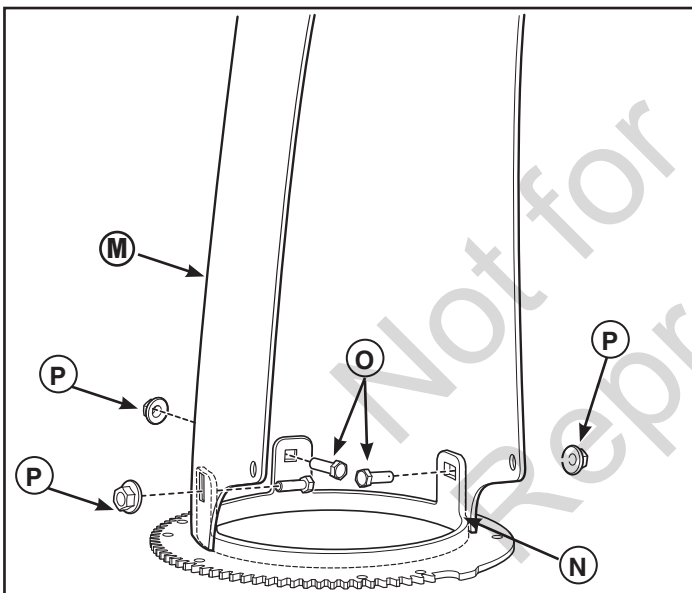

Figure 5
1. Placez la goulotte d'éjection (M, Figure 5) sur les pattes de l'anneau de goulotte (N) selon l'illustration.
2. Attachez la goulotte d'éjection à l'aide de trois boulons de carrosserie (O) et des écrous (P).